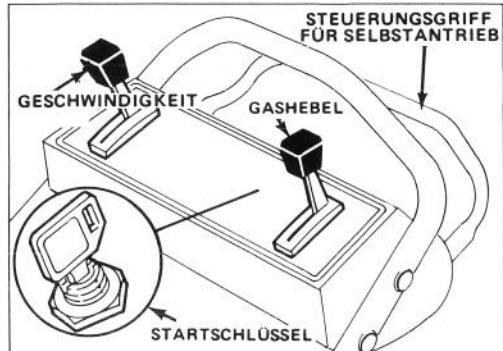

Bild 10
4. STARTEN MIT E-START — Gashebel (Bild 10) auf Choke stellen. Startschlüssel (Bild 10) auf START drehen und bei Anlaufbeginn des Motors loslassen. Gashebel wunschgemäß einstellen.
6. STOPPEN (Bild 10) — Zum Stoppen des Fahrbetriebs den Antriebshebel loslassen. Bei Selbstantriebsmodellen den Geschwindigkeitshebel auf "N" stellen. Zum Stoppen des Motors den Gashebel auf OFF (AUS) stellen. Schlüssel aus dem Schalter entfernen bzw. Draht von Zündkerze ziehen, wenn der Mäher unbeaufsichtigt oder nicht in Gebrauch ist.
1. STEURVORRICHTUNG — Startschlüssel (Elektrostart - Modell), Gashebel, Geschwindigkeitshebel und Antriebshebel befinden sich am oberen Griff (Bild 10). Seilstarter befindet sich am Motoroberteil.
2. Hochspannungsdraht auf Zündkerze schieben und bei Modellen mit Selbstantrieb den Geschwindigkeitshebel auf "N" einstellen (Bild 10).